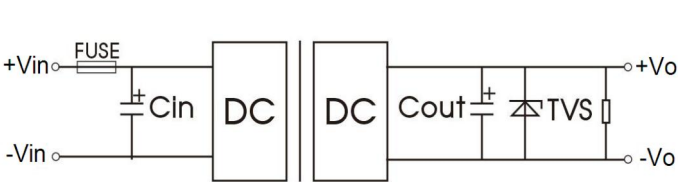

图 1
- (1)产品测试及应用时, 请按照(图1)推荐的测试电路进行;至少保障外接一个电解电容Cin(≥220μF), 用于抑制输入端可能产生的浪涌电压。
- (2)如果产品输入端并联瞬变能量较大的电路(如并联电机驱动电路), 或会导致产品输入电压被拉低, 此时关注产品输入电压的波动, 建议适当增大输入端电解电容Cin的容值, 以保障输入端电压稳定, 避免输入电压低于欠压保护点导致产品重复启动的情况。
- (3)如果产品输出端为感性负载时(如继电器, 电机), 建议在容性负载规格内增大输出电容Cout容值, 并增加TVS管, 用以滤除电压尖峰。
- (4)如需进一步减少输入输出纹波, 可适当加大外接电容Cin, Cout容值或选用串联等效阻抗值小的外接电容, 外接电容Cout容值不能大于产品的最大容性负载。